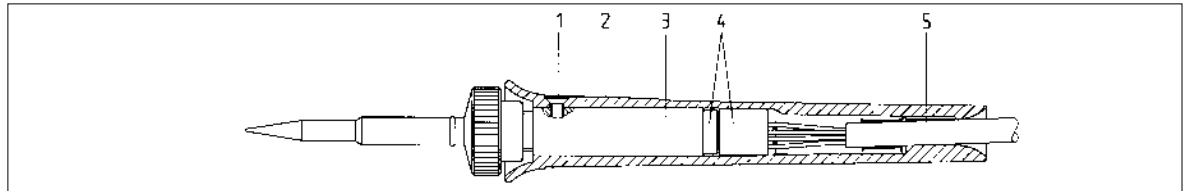

Abbildung 19
- Griffbefestigungsschraube (Pos. 1/Abb. 19) herausschrauben.
- Griff (Pos. 2/Abb. 19) abziehen.
- Steckverbindung (Pos. 4/Abb. 19) zwischen Heizkörper und Kabel lösen.
- Heizkopf (Pos. 3/Abb. 19) wechseln.
- Steckverbindung (Pos. 4/Abb. 19) zwischen Heizkörper und Kabel wiederherstellen.
- Griff (Pos. 2/Abb. 19) auf Heizkopf (Pos. 3/Abb. 19) aufschieben.
- Griffbefestigungsschraube (Pos. 1/Abb. 19) einschrauben